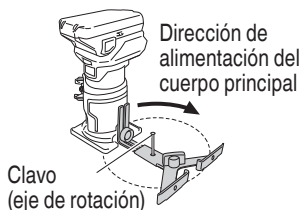

Fig. 24
- (3) La instalación en la herramienta es la misma que para el procesamiento lineal recto.
- (4) Alinee el orificio de la parte izquierda de la guía recta en la posición central del procesamiento del círculo y asegúrelo con un clavo de diámetro inferior a 6 mm, que funcionará como el eje de rotación. Gire el cuerpo principal hacia la derecha. (Fig. 24)